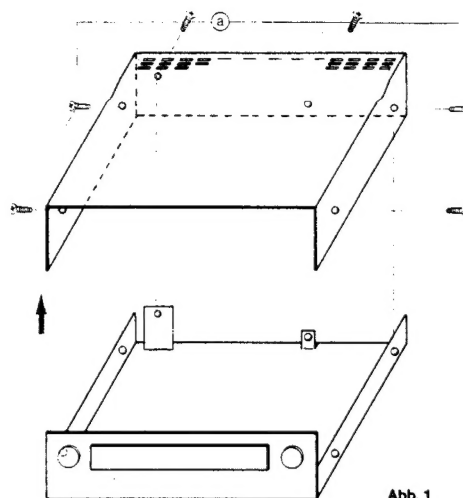

Abb. 1
- Vier Schrauben (1) an den Seiten und zwei an der Rückwand herausdrehen.
- Gehäuseoberteil nach oben abheben (Abb. 1).